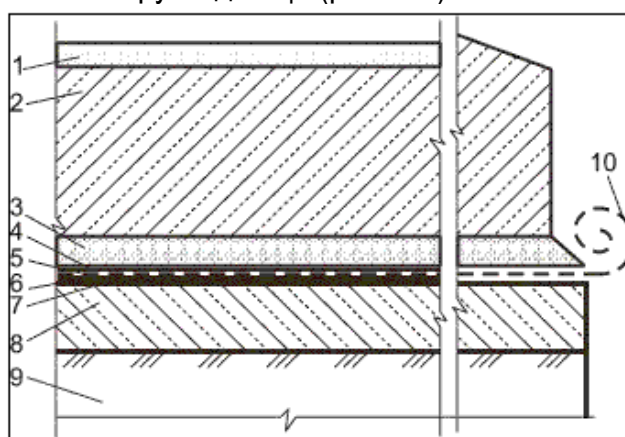

Рис. 1.1. Конструктивное решение изоляции днища резервуара:
- не ранее чем через 1 сутки бетонируют днище (рис. 1.1).